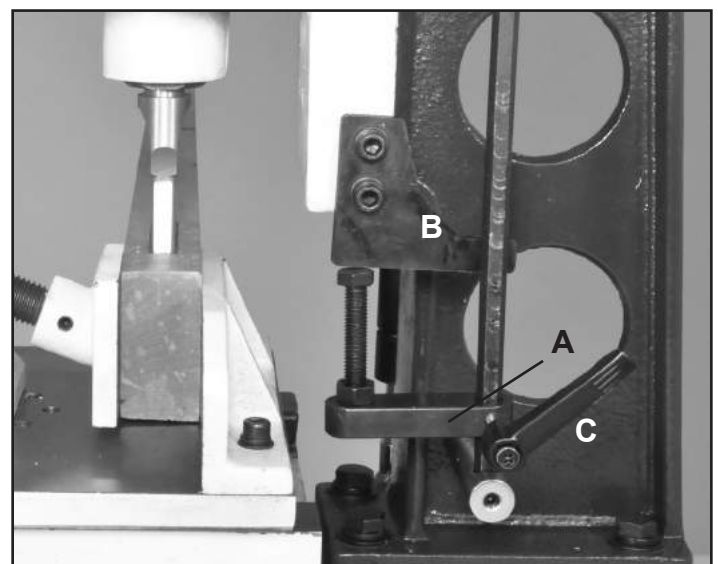

FIG. 17
2. Positionner la plaque de butée de profondeur (#81, fig. 17, A) le long de la tige de la colonne de guidage (#10) jusqu'à ce que la vis tête hexagonale frappe (#79) la plaque de butée de profondeur (#12), B, qui est montée sur la tête de mortaisage.